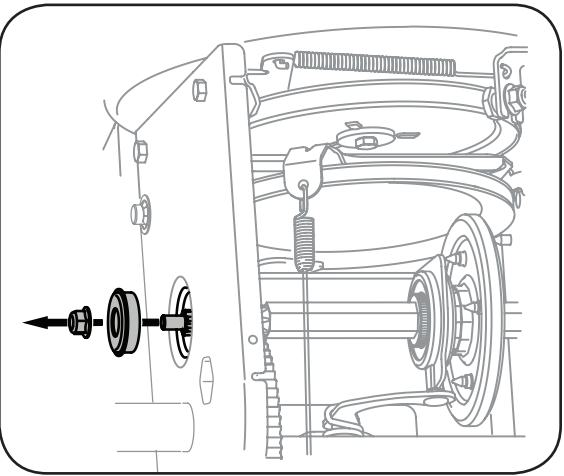

Figure 6-14
- 2. Retirez doucement l'écrou à six pans et la rondelle qui maintiennent l'arbre hexagonal sur le châssis de la souffeuse et frappez doucement sur l'extrémité droit du châssis. Voir la Figure 6-14.